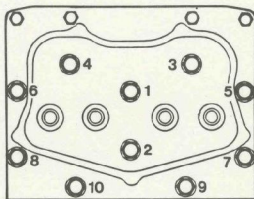

Abb. 2
3. Arbeitsgang : Anzug mit 19 m.da.N - Abb. 2
4. Arbeitsgang : Anzug mit 28 m.da.N - Abb. 2
5. Arbeitsgang : Anzug mit 28 ± 34 m.da.N - Abb. 2